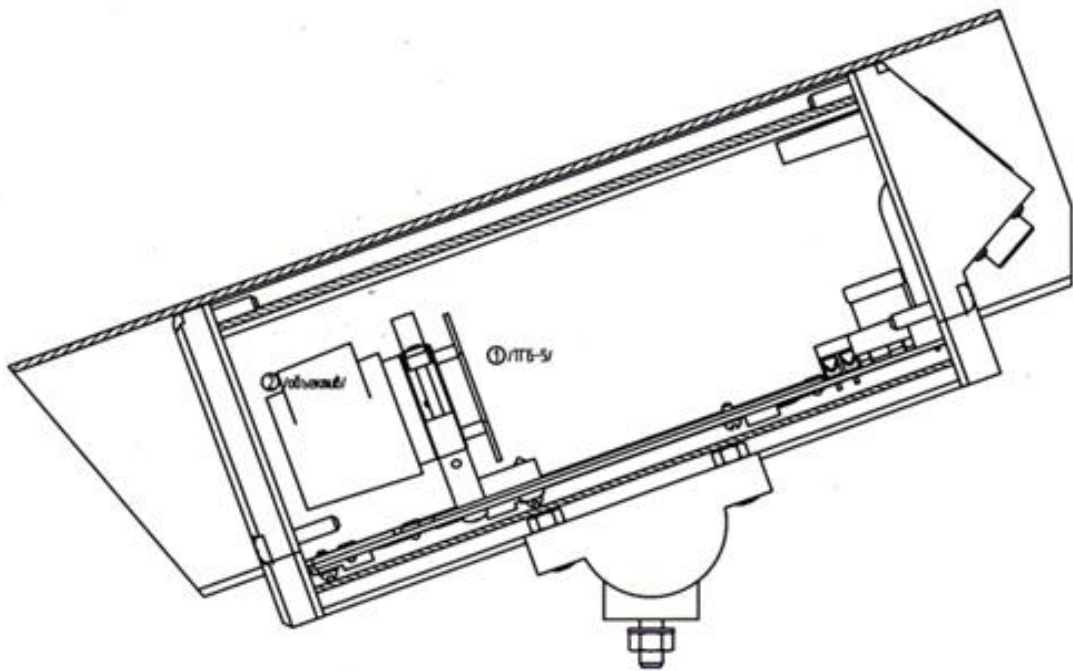

Рис. 1
2. Установить термодатчики (см.рис.1) и подключить аппаратуру регистрации.